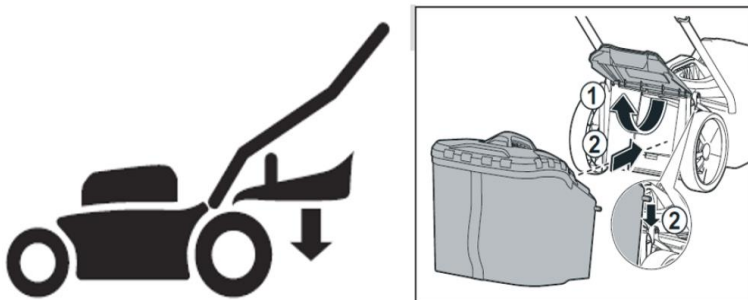

Рисунок 3
2. Встановлення травозбірника (рис.3)